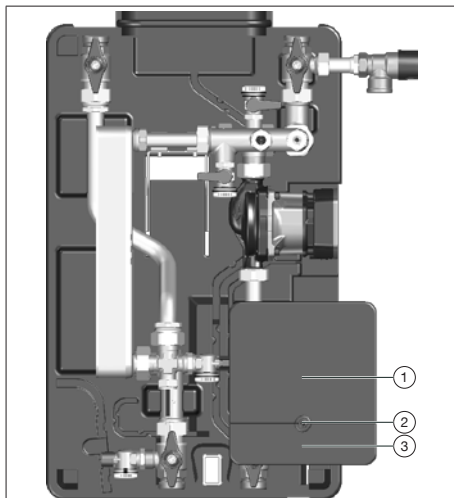

Abb. 4: Regler öffnen
3. Lösen Sie die Schraube mit Innensechsrund (siehe Position (2) in Abb. 4) und legen Sie diese beiseite.
4. Schieben Sie die Abdeckung-Anschlusspanels (siehe Position (1) in Abb. 4) hoch bis diese hörbar einrastet.
5. Klappen Sie die Abdeckung-Zuleitungen ab (siehe Position (3) in Abb. 4) und legen Sie diese beiseite.